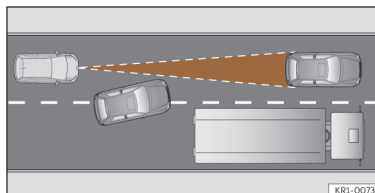

Fig. 145 Mudança de faixa de um veículo.
- Veículos que mudem para a faixa na qual circula a pouca distância do veículo >>> **Fig. 145.**